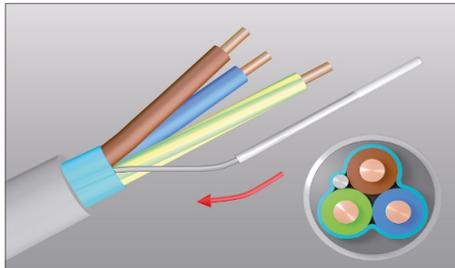
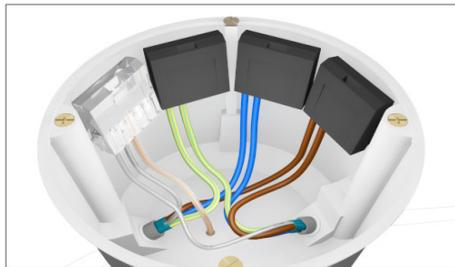

Bild 2: Schirmbeilaufdraht (SB), mit transparentem Isolierschlauch
Bild 3: Verbindung von zwei geschirmten Leitungen und deren isolierten Schirmbeilaufdrähten (SB) in transparenter Dosenverbindungsklemme.
- Der **Funktionspotentialausgleich** (FPA) dient bei geschirmten Installationen der Minimierung niederfrequenter elektrischer Wechselfelder. Dabei werden die Anschlussdrähte der beschichteten Gerätedosen (Bild 3) mit den Schirmbeidrähten (SB) der geschirmten Installationsleitungen (Bild 2) zur Schiene des FPA geführt (Bild 1, keine weitere Verbindung mit einem Schutzleiter). PE und FPA werden mit der Haupterdungsschiene verbunden. Um Verwechslungen mit dem Schutzleiter (PE) zu vermeiden, ist der Schirmbeidraht (SB) transparent zu isolieren und anschliessend mit transparenten Dosenklemmen zu verbinden (Bild 4).